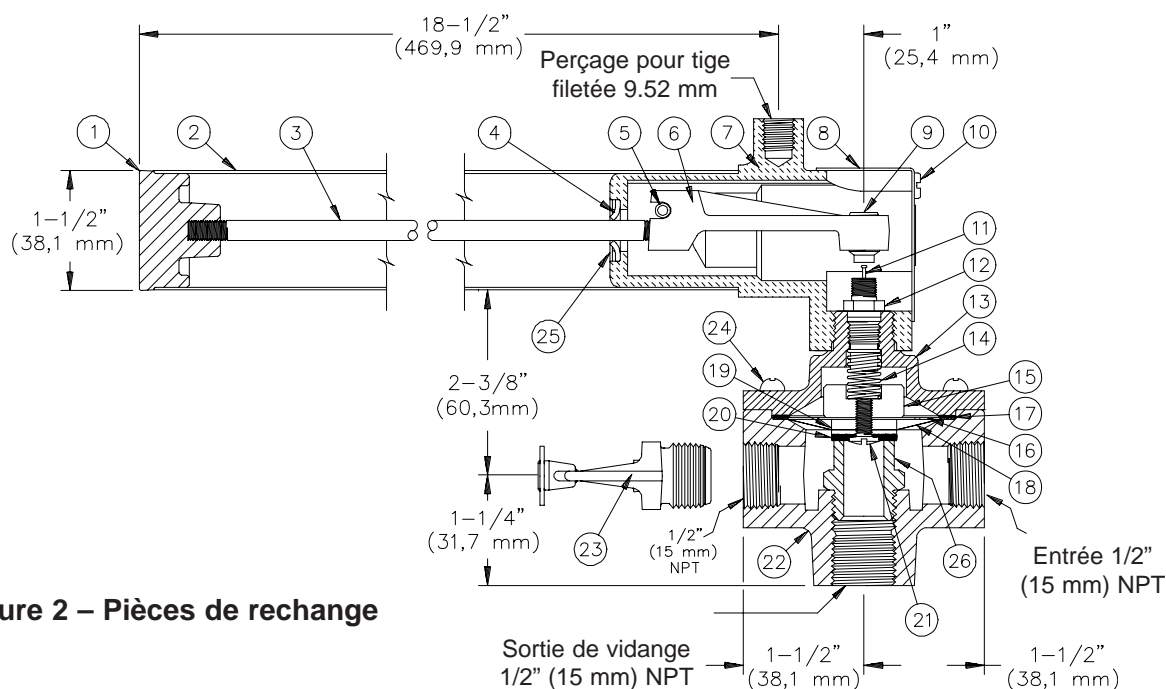

Figure 2 – Pièces de rechange
5. FONCTIONNEMENT (voir figure 2)
C. Entretien (voir figure 2)